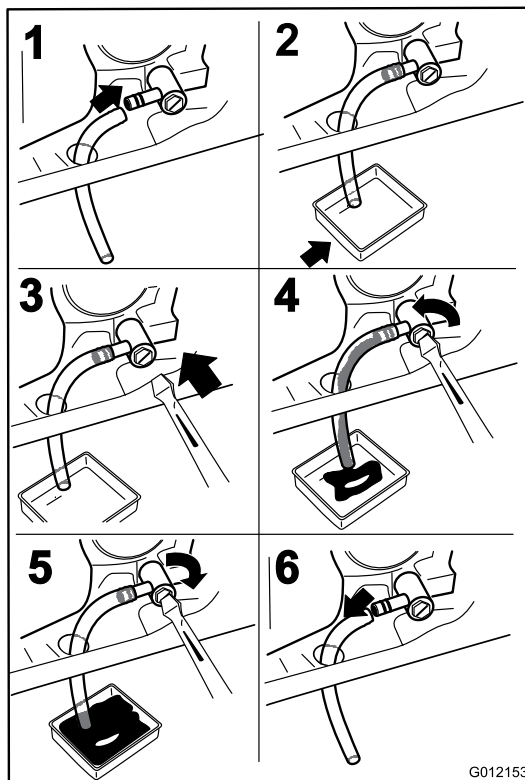

Bild 45
3. Stellen Sie vor dem Verlassen des Fahrersitzes den Motor ab, ziehen Sie den Schlüssel ab und warten Sie, bis alle rotierenden Teile zum Stillstand gekommen sind (Bild 45).